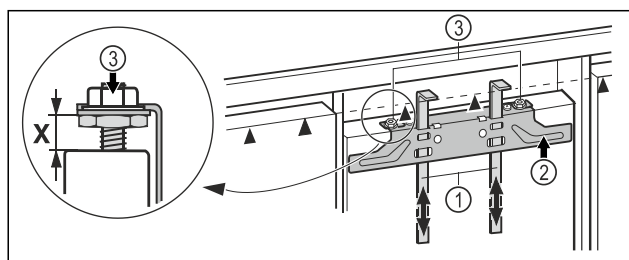

Fig. 58
- Montážní pomůcky Fig. 58 (1) vysuňte nahoru do výšky nábytkových dvířek. Spodní dorazová hrana ▲ montážní pomůcky = horní hrana montovaných nábytkových dvířek.
- Upevňovací příčník Fig. 58 (2) vyšroubujte přes pojistné matice Fig. 58 (3).